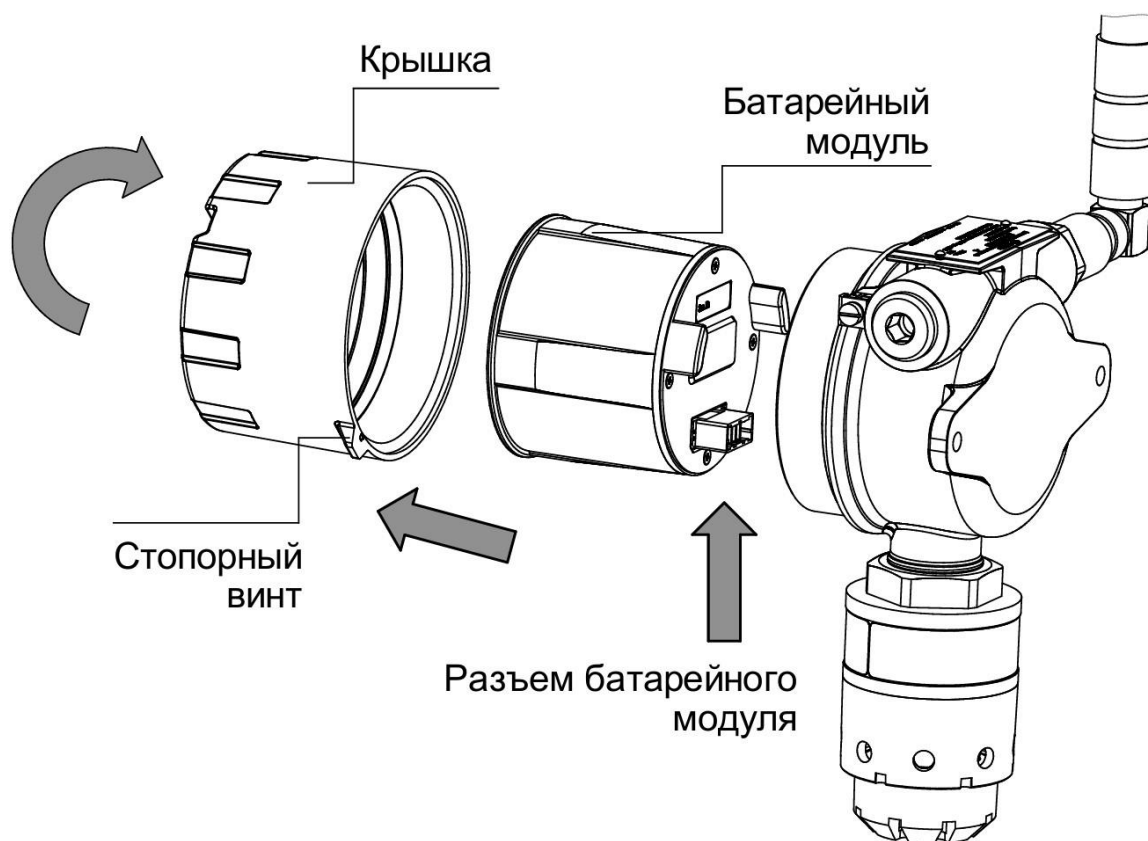

Рисунок 31 - Схема разбора газоанализатора для активации (вид сзади)
1) Ослабить стопорный винт на верхней крышке газоанализатора (рисунок 31). Открутить крышку по резьбе. Снять с газоанализатора.
- 3) С обратной стороны батарейного блока снять защитную пленку с контактов разъема (рисунок 31). Защитная пленка больше не понадобится.